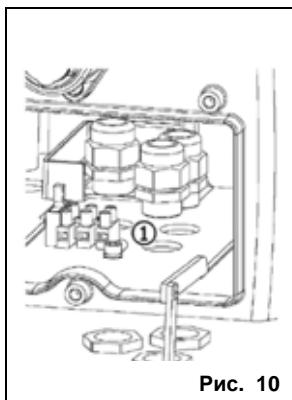

Рис. 10
- Установить три кабельных зажима из комплекта привода в отверстия, расположенные под корпусом привода (рис. 10, поз. 1).